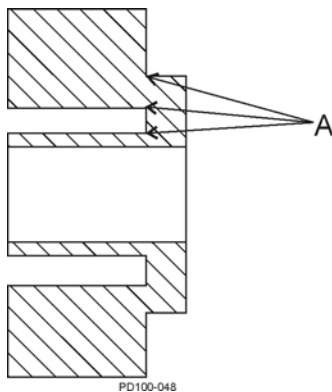

Figura 30 - Pontos de tensão dos rotores
- Inspeção totalmente os rotores quanto a fechaduras desgastadas, desgaste do cubo e rachaduras por tensão (Figura 30, item A). Use o método de verificação por coloração para detectar quaisquer rachaduras de tipo de fadiga nos pontos de tensão dos rotores.